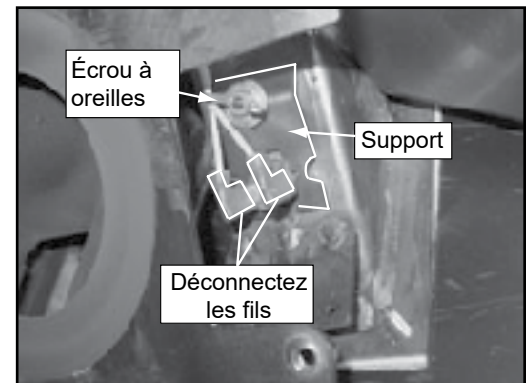

Figure 26.3
8. Déconnectez les fils du disque d'arrêt n° 2 (**Figure 26.3**).